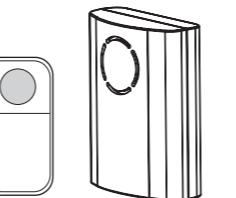

Figura 8
2) Para borrar los códigos, mantenga presionado el botón "L" hasta que escuche el sonido. Luego, diríjase al botón pulsador y abra la carcasa y mantenga presionado el botón dentro del transmisor durante uno a dos segundos, como se muestra en la Figura 8. Esto borra los códigos. Realice una prueba presionando el botón común de la parte exterior del botón pulsador y el timbre no debería sonar. Estos ya no se encuentran trabajando con el mismo código, lo que significa que ha borrado los códigos correctamente.